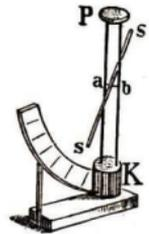

Abb. 299. Elektroskop nach Fischer
2. Das gebräuchliche Elektroskop ist nichts weiter wie ein sehr leichtes elektrisches **Doppelpendel** in einer Schutzflasche (Abb. 299).